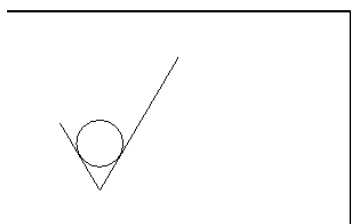

Рис. 1
- Нажмите в правом верхнем углу чертежа для размещения обозначения шероховатости поверхности (рис. 1);